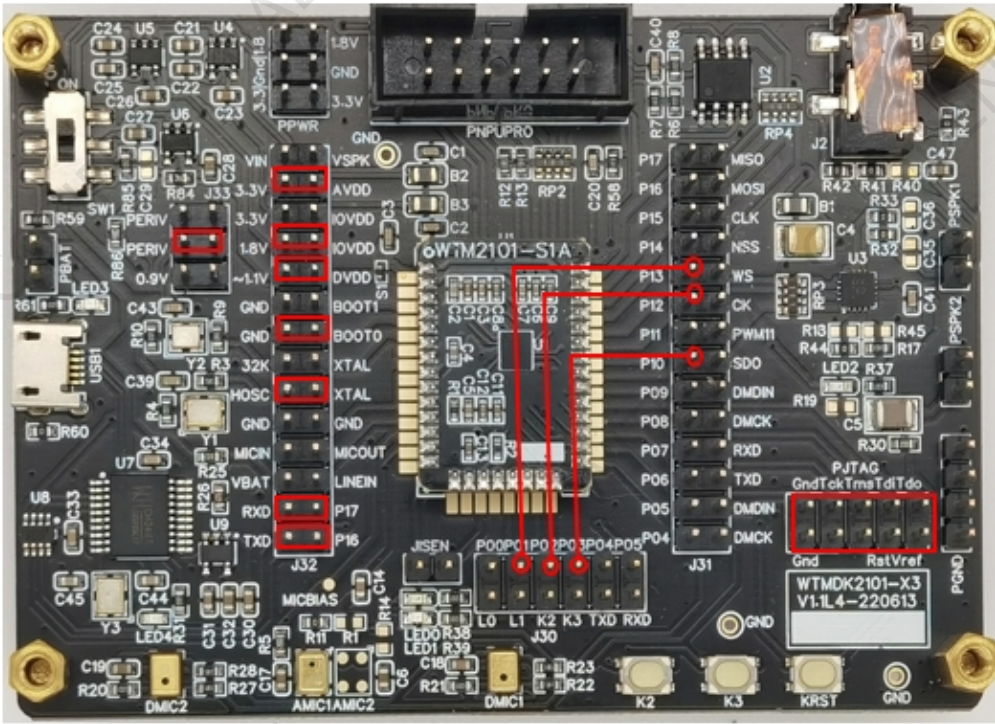

图1.硬件连接参考图
1. 参考硬件接线图1连接各个跳线（包含参考供电，JLink，QSPI等连接）